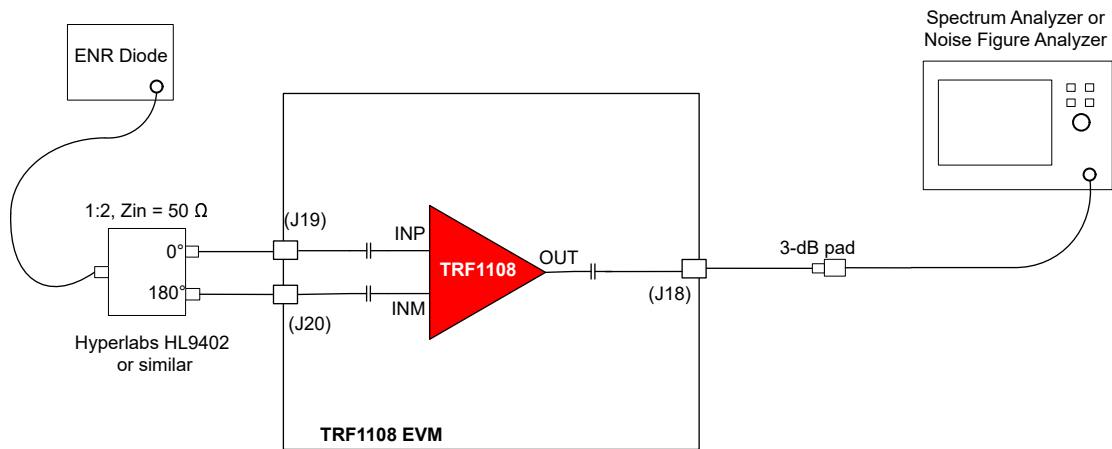

图 3-3. 噪声系数测试设置
1. 如图 3-3 所示，可以使用噪声二极管和频谱分析仪（或噪声系数分析仪），利用传统 Y 系数法进行 NF 测量。